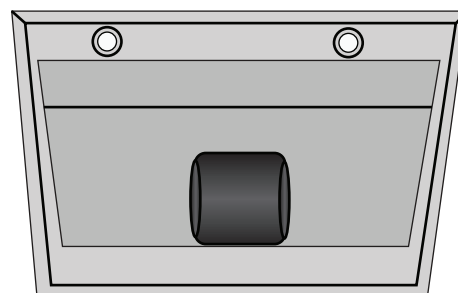

Figure 3
- Positionnez l'unité sur son dos sur une surface plate non abrasive – le devant vous faisant face (Voir figure 3).
- Retirez les 2 filtres pour permettre l'accès à l'intérieur de l'unité (Voir figure 3).